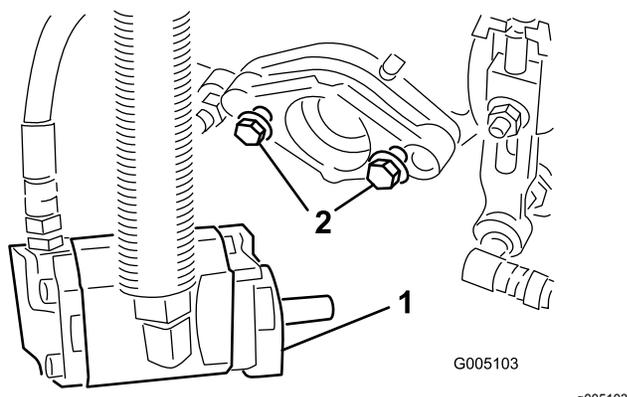

図 10
- 6. リールモータ取り付けボルトのねじの頭が、それぞれおよそ 13 mm 突き出した状態になるようにすること 図 10。
- 9. 取り付けボルトを締め付ける 図 10。